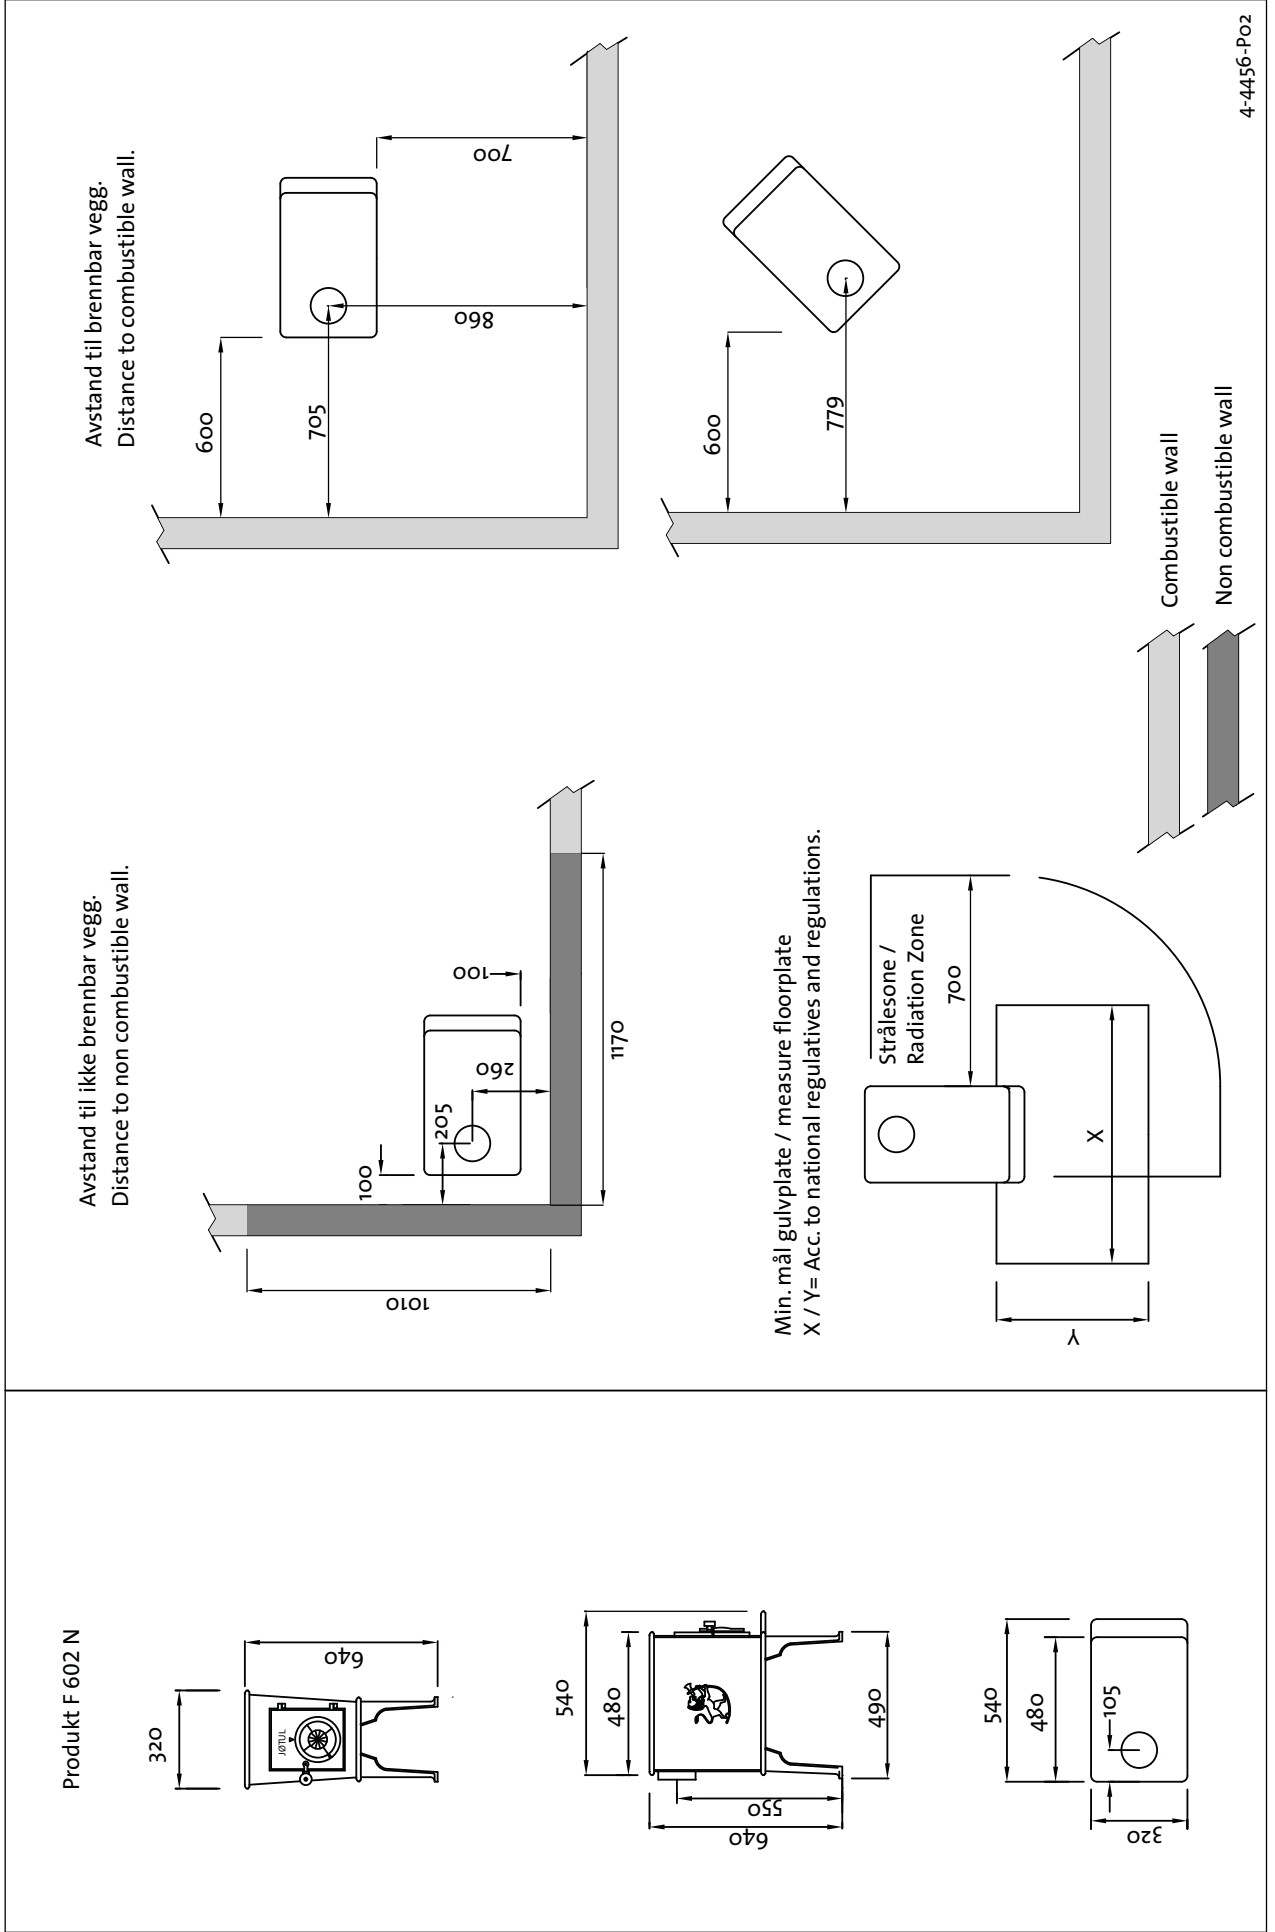

Fig. 2
1. Извлеките из печи конфорку и все отдельные комплектующие детали. (**рис. 2**).
6. Присоедините ручку (**рис. 2, эл. А**) к защелке дверцы с помощью поставляемых в комплекте болта и гайки.